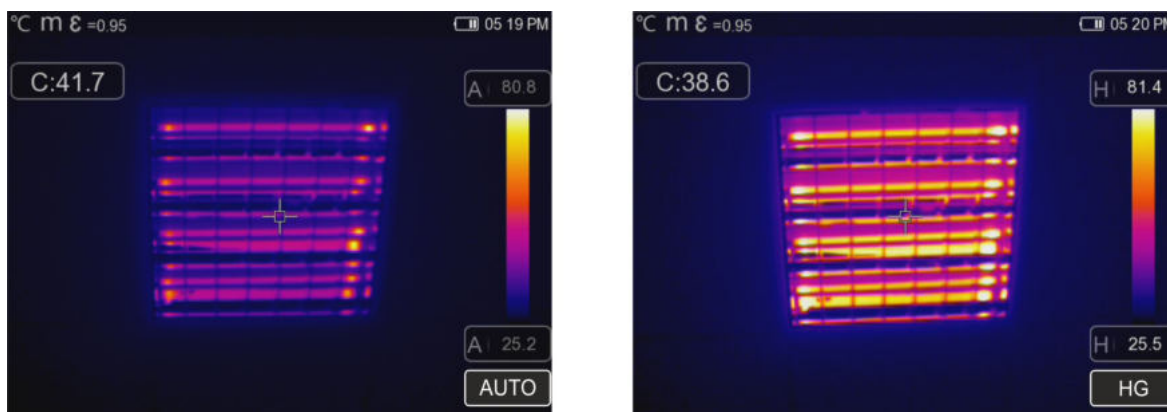

Fig. 45: Impostazione modi Automatico e Istogramma
- Modo **Istogramma (HG)** → i livelli minimo e massimo di temperatura dell'oggetto inquadrato a display sono sempre definiti automaticamente, come nel modo Auto, da parte dello strumento ma in tal caso sono messi in particolare risalto le zone dell'immagine in cui i valori delle temperature sono molto diverse da quelli delle zone adiacenti. La relazione tra la temperatura e il colore della tavolozza è **non lineare** in base ad un algoritmo a istogramma. Questo modo enfatizza la visualizzazione dell'immagine in ambienti di lavoro molto scuri
1. Premere il tasto oppure toccare l'icona "AUTO" presente nella parte bassa destra del display. Le videate di Fig. 45 mostrano le selezioni dei modi "AUTO" e "HG"